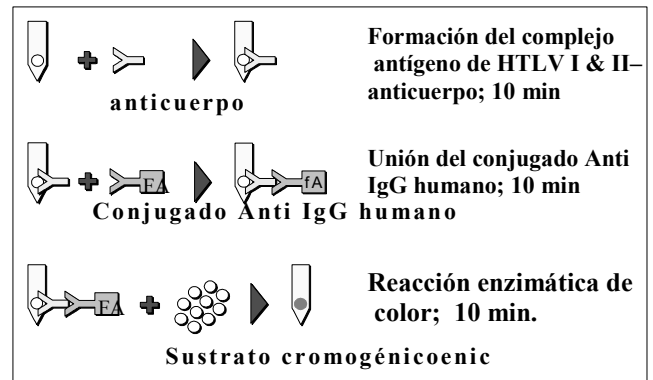

Figura 1. Principio de la Prueba
Para comenzar la prueba, se agregan muestras de suero o plasma al diluyente en los pocillos de la fila A de la bandeja de desarrollo. Luego se inserta el peine en los pocillos de la fila A. Los anticuerpos Anti-HTLV, si están presentes en la muestra, se unirán específicamente a las proteínas recombinantes en el punto inferior sobre los dientes del peine (Figura 1). Simultáneamente, inmunoglobulinas presentes en la muestra serán capturadas por los anticuerpos inmunoglobulina humana en el punto superior (Control interno). Los componentes no unidos son eliminados con un lavado en la fila B. En la fila C, Las inmunoglobulinas específicas capturadas sobre el diente reaccionarán con anticuerpos anti-IgG humano marcados con fosfatasa alcalina (FA). En las dos filas siguientes, los componentes no unidos son eliminados mediante un lavado. En la fila F, la Fosfatasa Alcalina unida reaccionará con componentes cromogénicos. Los resultados son visibles como puntos de color azul grisáceo en la superficie del diente del peine.